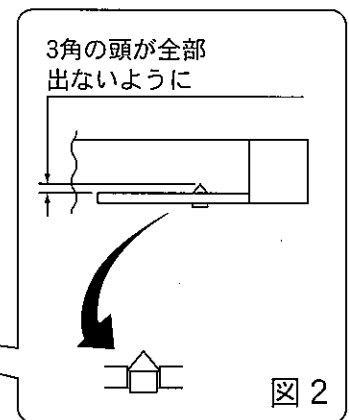

図2
- (4) 前面の1ヶ所の⑫棚板支持スパイクは図2のように他の部位よりも1ミリ程度短くしておきます。